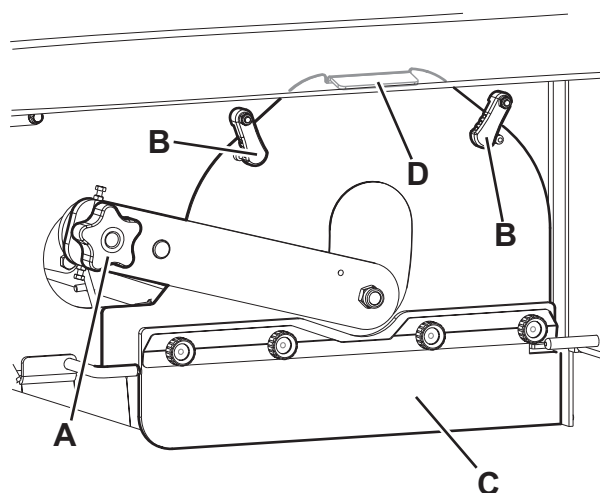
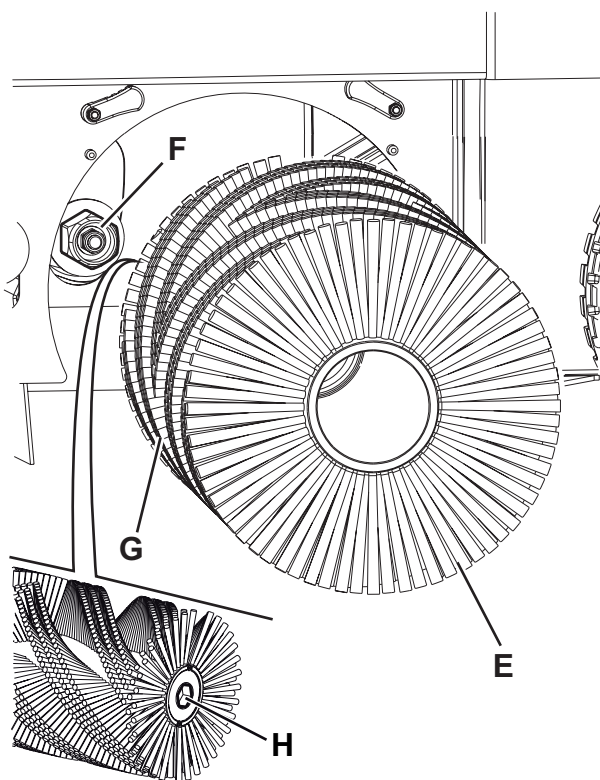

Figure 8
Figure 9
2. Tourner la clé de contact (61) sur « 0 », puis l'enlever.
3. Enlever le portillon gauche (13) en tournant les dispositifs de retenue.
4. Dévisser et enlever le pommeau (A, Fig. 8).
5. Tourner les leviers (B).
6. Enlever le groupe de fermeture du logement du balai (C) en le saisissant par la languette (D).
7. Enlever le balai central (E, Fig. 9).
8. Vérifier que le moyeu d'entraînement (F) est propre et non obstrué par objets (cordes, chiffons, etc.) enroulés accidentellement.
9. Installer le nouveau balai central, en orientant les poils comme indiqué dans la figure (G).
10. Lorsqu'on installe le nouveau balai central, s'assurer que sa prise hexagonale (H) s'insère dans le relatif moyeu entraîneur (F).
11. Installer le groupe de fermeture du logement du balai (C, Fig. 8) en tournant les leviers (B) et en serrant le pommeau (A).
12. Fermer le portillon gauche (13) en tournant les dispositifs de retenue.